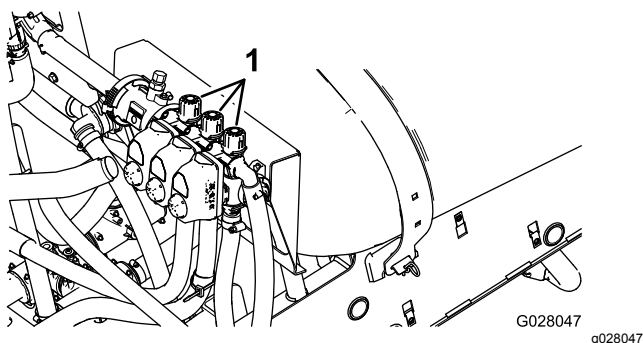

Рисунок 18
2. Выключите левую стрелу и с помощью регулировочной ручки перепуска секции (Рисунок 18) установите давление на предварительно отрегулированный уровень (обычно 2,75 бара).
4. С помощью регулировочной ручки перепуска правой секции (Рисунок 18) установите давление на предварительно отрегулированный уровень (обычно 2,75 бара).
6. С помощью регулировочной ручки перепуска средней секции (Рисунок 18) установите давление на предварительно отрегулированный уровень (обычно 2,75 бара).